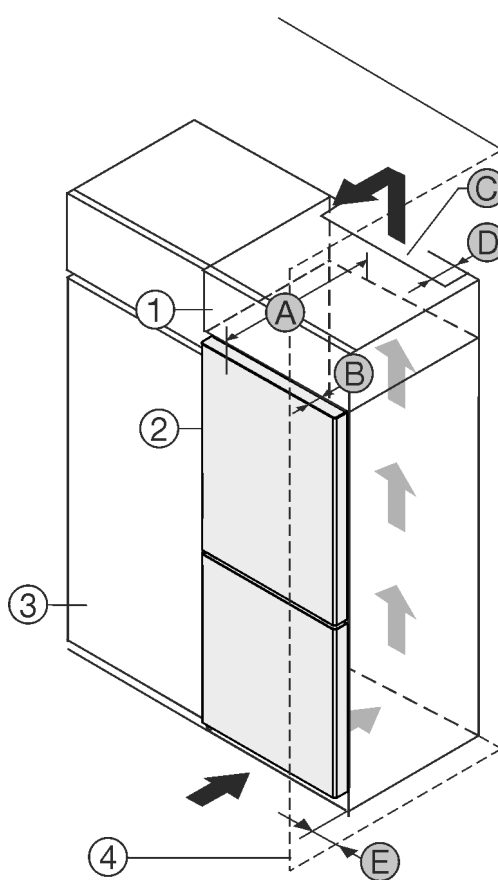

Fig. 1
Můžete přístroj nainstalovat přímo vedle kuchyňské skřínky Fig. 1 (3).
Na zadní straně nastavné skřínky musí být větrací šachta hluboká Fig. 1 (D) přes celou šířku nastavné skřínky.*
Pod stropem místnosti musí být dodržen ventilační průřez Fig. 1 (C).*
Když přístroj instalujete závěsy vedle stěny Fig. 1 (4), musí být vzdálenost mezi přístrojem a stěnou minimálně 13 mm.*
Když přístroj instalujete závěsy vedle stěny *Fig. 1 (4)*, musí být vzdálenost mezi přístrojem a stěnou minimálně 20 mm.*
Aby bylo možné dvířka plně otevřít, musí přístroj přesahovat o hloubku dvířek *Fig. 1 (B)* vůči přední linii kuchyňské skříňky. V závislosti na hloubce kuchyňských skříněk *Fig. 1 (3)* a použití vymezočů odstup od stěny může přístroj vyčnívat dále.*